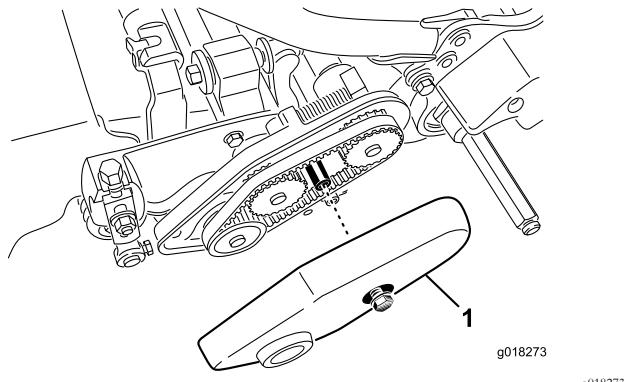

Figura 47
2. Solte o parafuso flangeado que fixa cobertura da correia e retire a cobertura da correia para expor a correia (Figura 47).